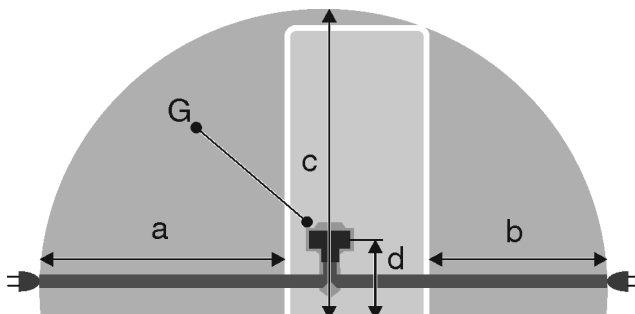

Fig. 48
- De contactdoos bevindt zich buiten het bereik van de achterzijde van het apparaat in het desbetreffende gedeelte Fig. 48 (a, b, c).
- ▶ Breng de apparaatstekker Fig. 48 (G) aan de achterzijde van het apparaat aan. Let op het correct vastklikken.